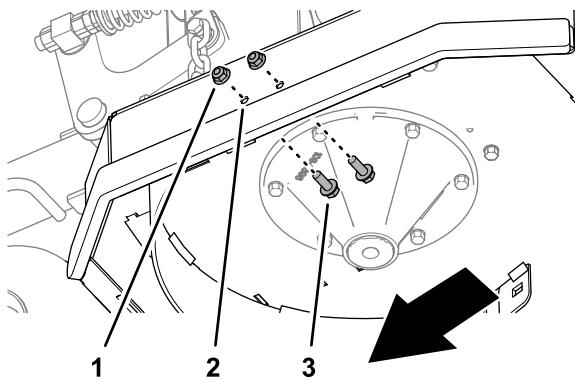

Figura 12
2. Instale 2 tornillos con arandela prensada ($\frac{3}{8}$ " x 1") en los taladros de 10 mm de la carcasa de corte (Figura 12) y sujeté los tornillos con las 2 contratueras con arandela prensada ($\frac{3}{8}$ ") que retiró en el paso 1.